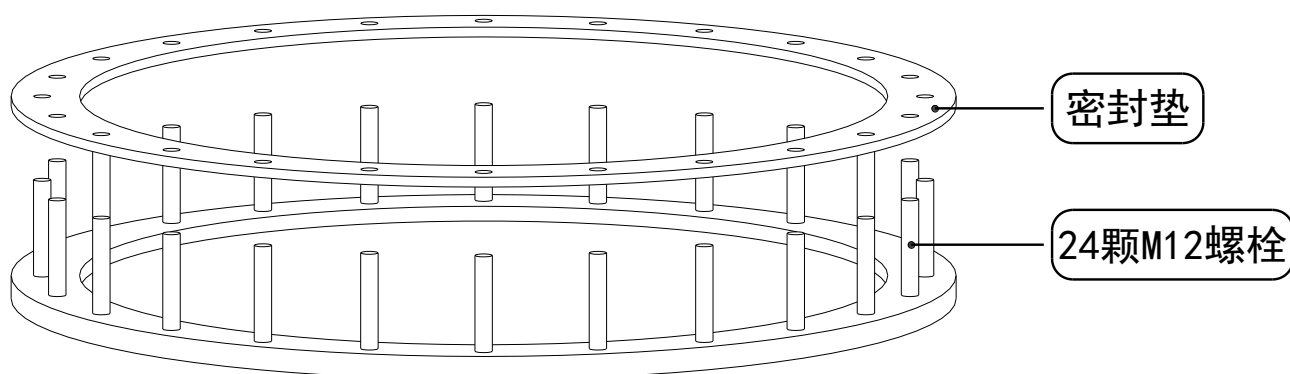

图 5-13 变压器箱盖处螺栓及密封垫
3. 安装分接开关安装法兰前，擦净密封面，在变压器安装法兰上安放密封垫，并将分接开关安装法兰固定在变压器安装法兰上（24 个 M12 螺栓）。(见图 5-13)